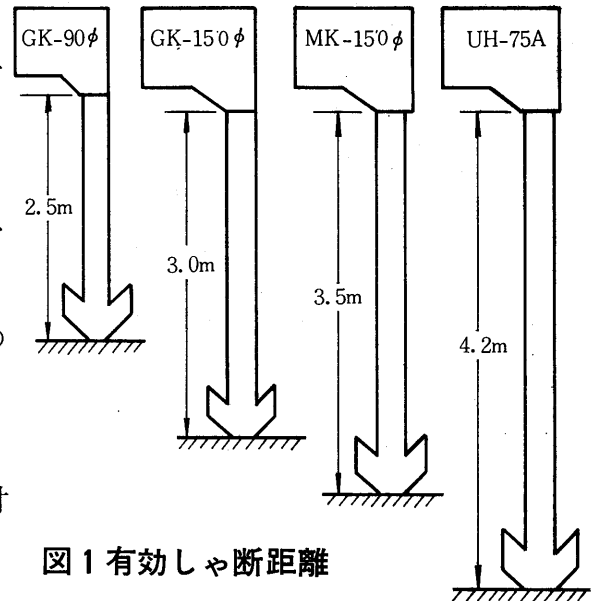

図1 有効しゃ断距離
(2) 使用電源による選定
(3) 取付場所の騒音による選定
(4) 有効しゃ断距離より選定
- 取付位置よりの高さ<しゃ断距離>から機種選定を行います。〈図1参照〉
(5) 取付間口の長さによる選定